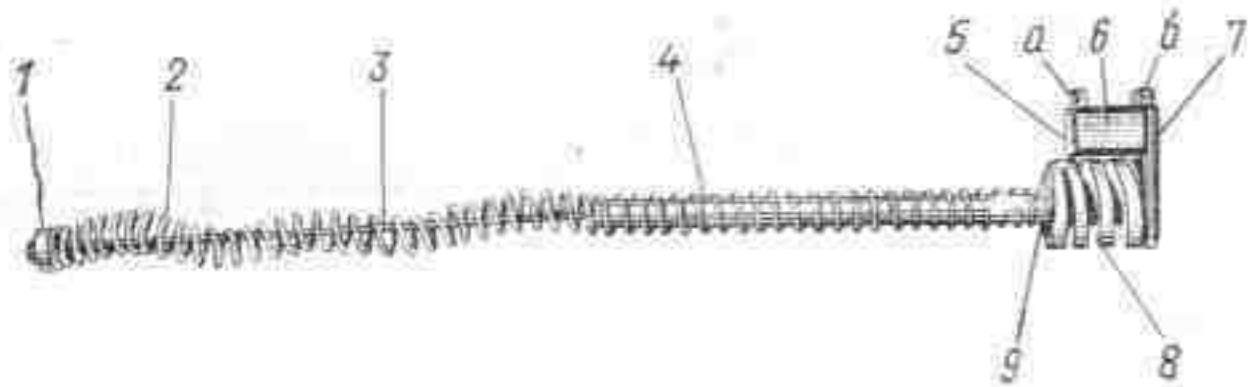

Рис. 40. Возвратный механизм:
**16. Возвратный механизм с буферным устройством (рис. 40).** Возвратный механизм слу-